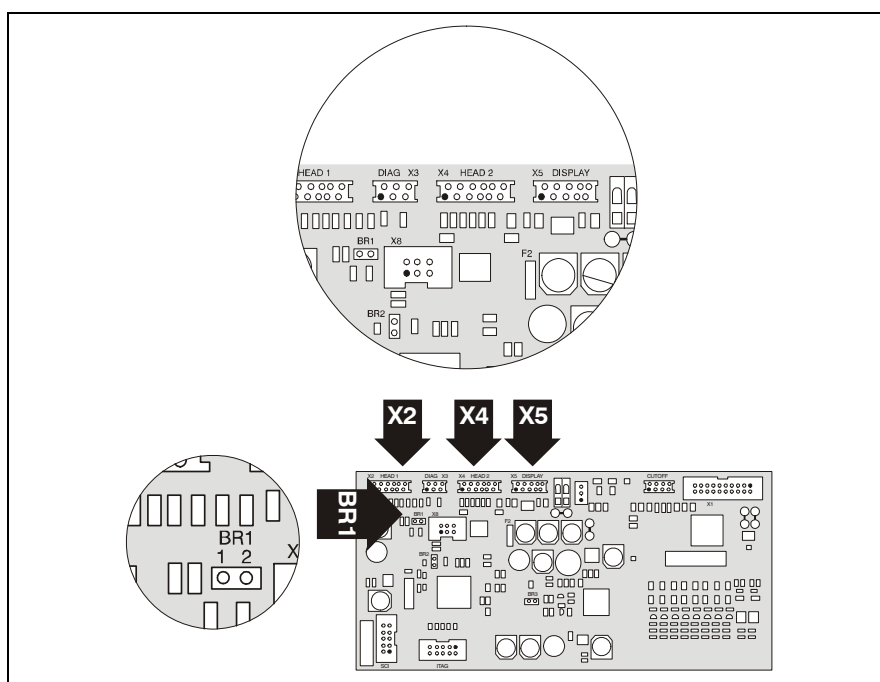

Рис. 5.25: Подключение основной платы X2, X4 и BR1
6. Выставьте переключку BR1 на основной плате. (см. Рис. 5.25)
7. Подключите модуль детекции с помощью плоского ленточного кабеля к основной плате. Клемма: X2 HEAD 2 (см. Рис. 5.25)